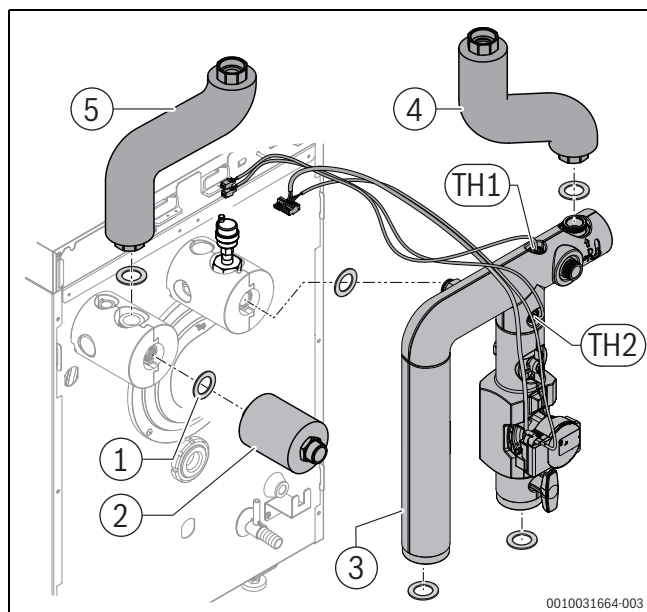
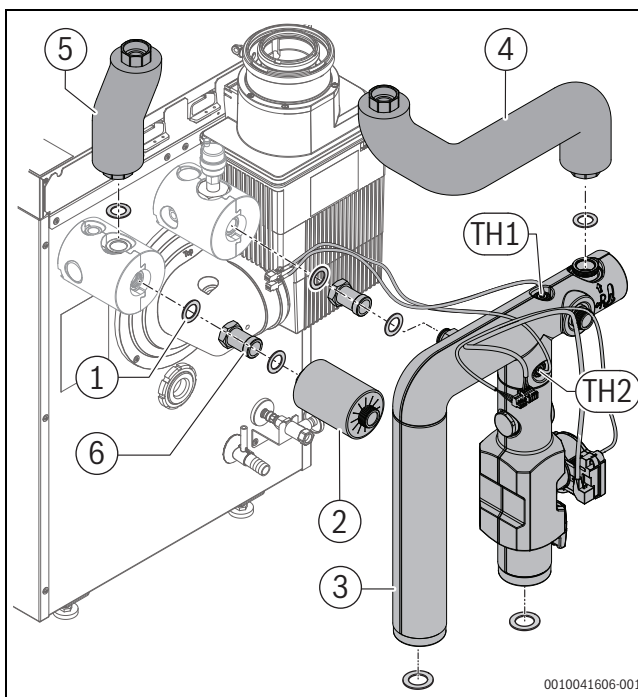

Fig. 5 Montage assemblage de la tuyauterie HF-Set HYC25
Fig. 7 Montage assemblage de la tuyauterie HF-Set HYC25
- Monter l'assemblage de la tuyauterie conformément aux fig. 5 ou fig. 7 ; **toutes les variantes.**
- ▶ Monter l'assemblage de la tuyauterie conformément aux fig. 5.
- ▶ Monter l'assemblage de la tuyauterie conformément aux fig. 7.